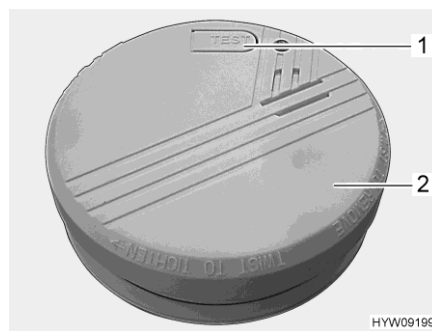

Bild 61 Rauchmelder
- Prüftaste (Bild 61,1) am Rauchmelder (Bild 61,2) drücken, bis der Alarmton ertönt. Der Alarmton verstummt nach dem Loslassen der Prüftaste.